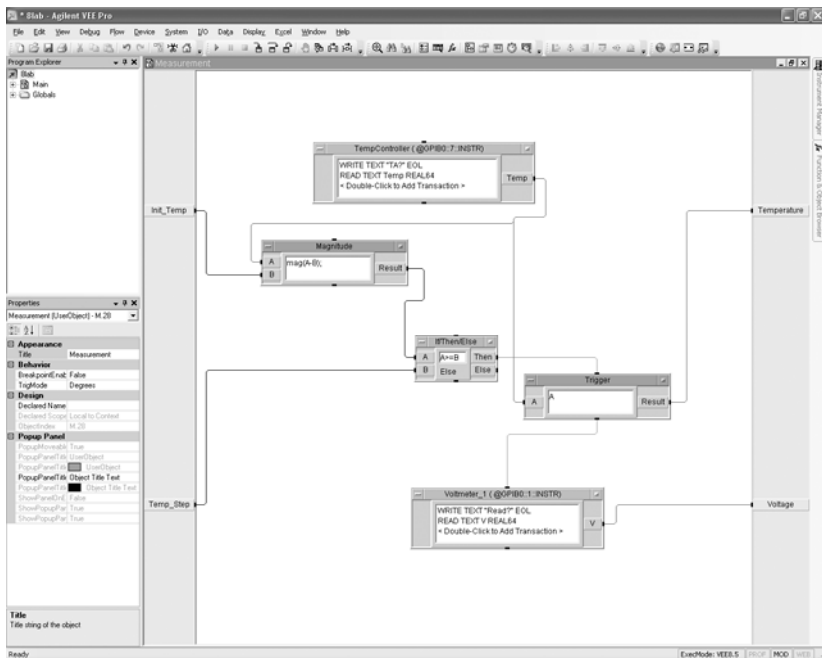

Рис. 8.5
2.6. Подсоединить выходной терминал «Then» объекта If/Then/Else к входному терминалу запуска формулы Trigger, а следующим объектом в этой последовательности поставить объект прямого ввода/вывода вольтметра. Удалить все неиспользованные терминалы в объекте «Measurement» и получить на экране картинку, аналогичную рис. 8.5.